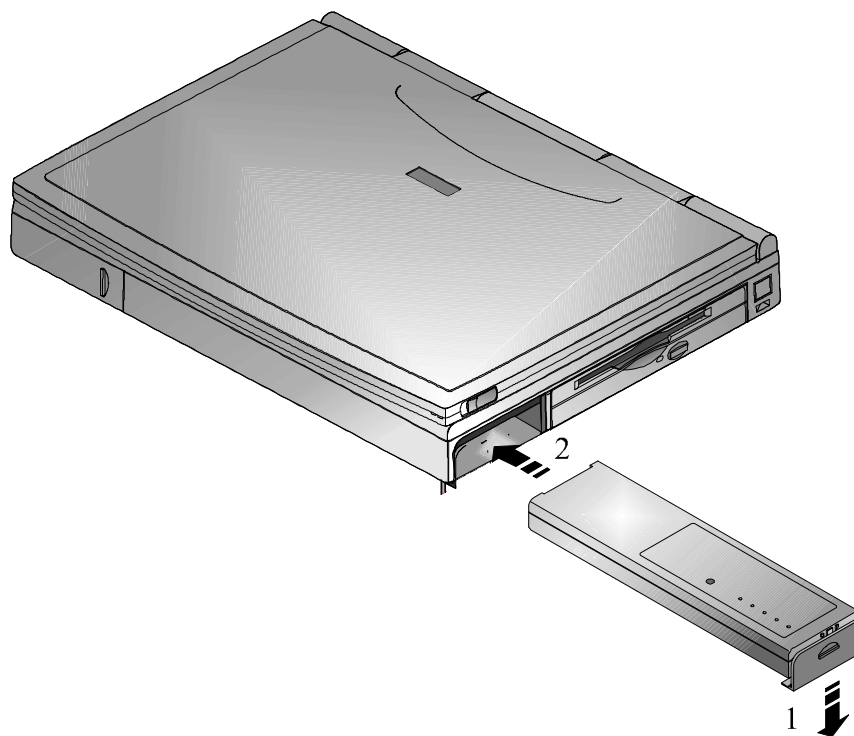

Figure 2-2 : installation de la batterie principale (étape 1)
1. Tenez la batterie principale avec ses témoins dirigés vers le haut, poussez le loquet de verrouillage/déverrouillage vers le bas (figure 2-2, étape 1).
2. Insérez la batterie dans son logement (figure 2-2, étape 2). Lorsque la batterie est installée correctement, elle se trouve dans l'alignement du panneau latéral du notebook.